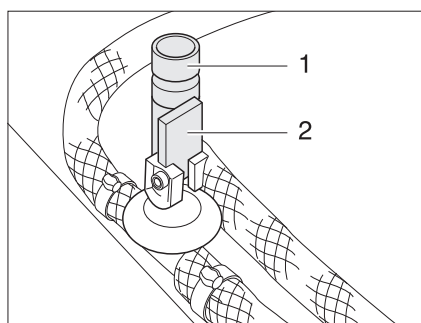

Fig. 124 Robinets de vidange pour chauffe-eau Truma
- Fermer tous les robinets de vidange pour chauffe-eau. Pour cela, mettre le levier à bascule (Fig. 124,2) à l'horizontale et faire tourner le capuchon (Fig. 124,1) dans le sens des aiguilles d'une montre.
- Ouvrir tous les robinets de vidange pour chauffe-eau. Pour ce faire, placer le levier à bascule (Fig. 124,2) à la verticale et faire tourner le capuchon (Fig. 124,1) dans le sens inverse des aiguilles d'une montre.